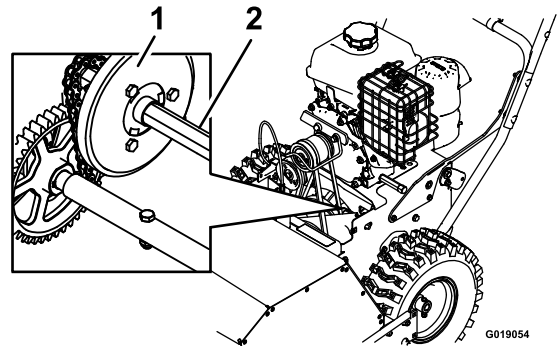

Figure 20
4. Trempez un long pinceau effilé propre dans de l'huile moteur et graissez légèrement l'arbre hexagonal (Figure 20).
**Important:** Veillez à ne pas faire couler d'huile sur la roue en caoutchouc ou le plateau d'entraînement à friction en aluminium, sinon la transmission patinera (Figure 20).